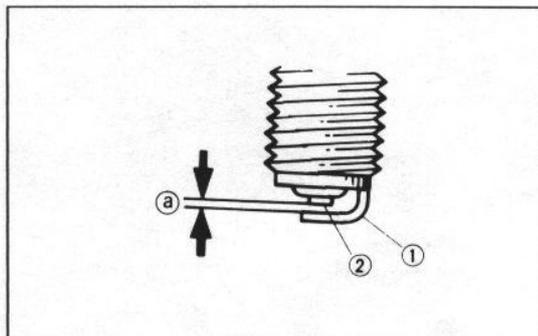

Bild 24
- Die Zündkerzen herausdrehen. Der Porzellankörper soll mittel- bis hellbraun aufscheinen; die Masseelektrode eine weisse bis graue Farbe aufweisen (Bild 24).